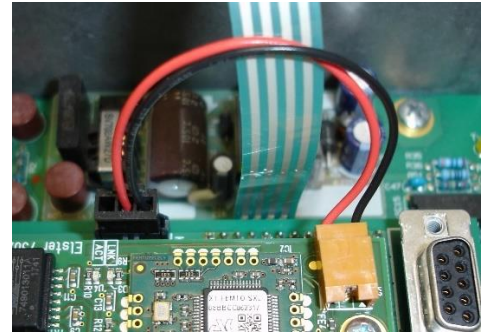

Abb. 19: Stromversorgung der Ethernet-Schnittstelle
Da die FE260 immer netzversorgt ist und die Ethernet-Schnittstelle von der FE260 versorgt wird (⇒ siehe Abb. 19), ist eine Stromversorgung über das Netzwerk (PoE-Betrieb, Power over Ethernet) hier nicht notwendig.
- Die Ethernet-Schnittstelle wird von der FE260 mit Strom versorgt. Dazu wurde werkseitig ein zweiadriges Kabel auf der Ethernet-Baugruppe montiert (⇒ siehe Abb. 19).